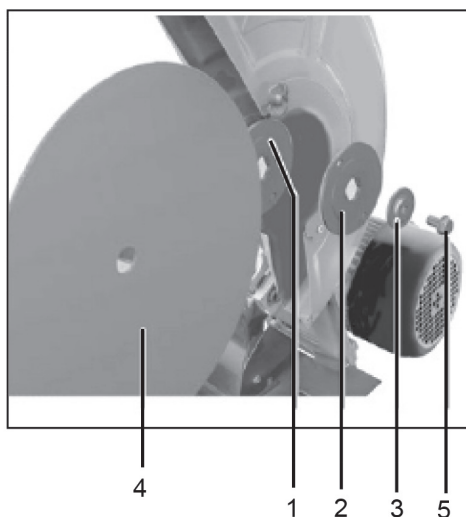

Рис. 3
3. Открутите болт крепления диска (5), снимите прижимную шайбу (3), внешний фланец (2) и отрезной диск (4) (Рис. 3).
4. Установите новый отрезной диск и закрепите с помощью болта (5), прижимной шайбы (3) и внешнего фланца (2) (Рис. 3).